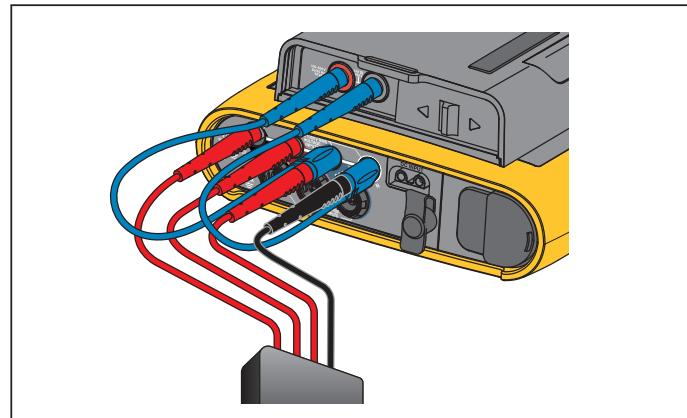
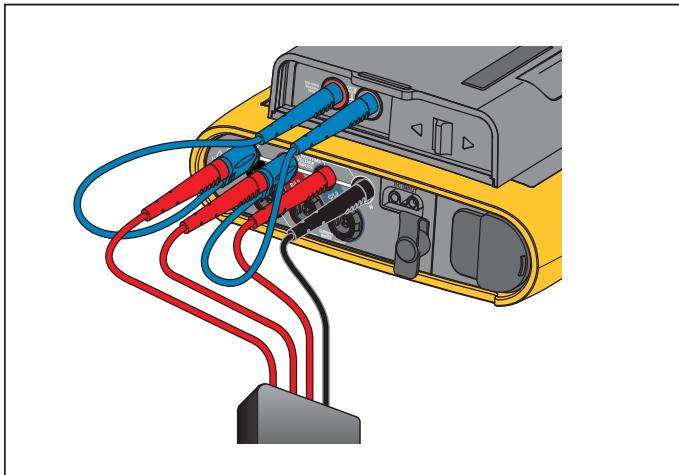

Рисунок 7. Измерение с нейтральным напряжением и с источником питания прибора
Рисунок 8. Измерение без нейтрального напряжения и источника питания прибора
3. Подключите короткие измерительные провода (см. Рисунок 7 и Рисунок 8) к входам источника питания. Убедитесь, что используются ненаращиваемые разъемы. Измерительные провода рассчитаны на измерение/перенапряжение CAT III 1000 В и CAT IV 600 В.